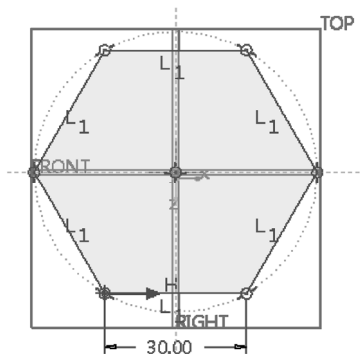

图 4-83 绘制第一个截面
4) 绘制图 4-83 所示的第一个截面，该截面为一个正六边形，单击 (确定) 按钮。